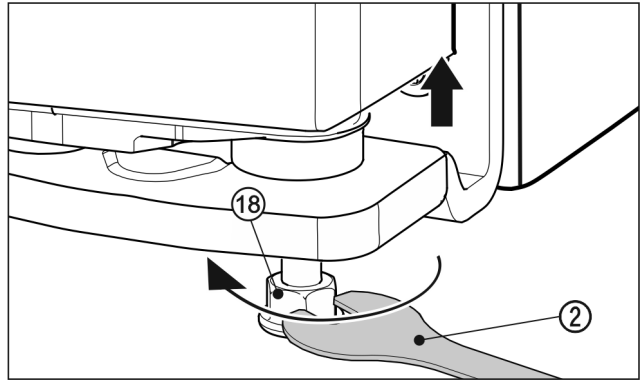

Fig. 25
- ▶ Щоб підняти дверцята, прокрутіть вправо опорну ніжку Fig. 25 (18) за допомогою гайкового ключа Fig. 25 (2) з комплекту поставки до контакту з підлогою. Після цього продовжуйте обертати до встановлення потрібної висоти дверцят. На момент постачання опорний гвинт повністю закручений.